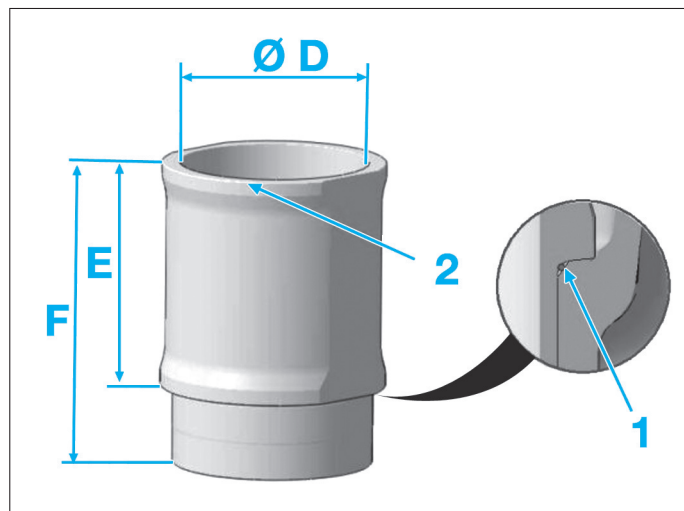

Fig. 9
L'étanchéité des chemises avec le bloc moteur est assurée par un joint torique (1) (Fig.9).